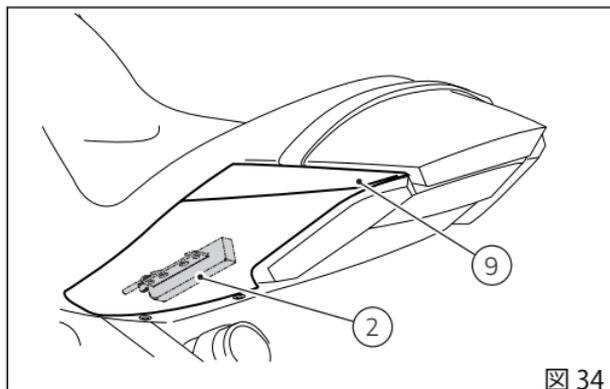

図 34
(図 34) は左側テールガード (9) 下のアンテナ (2) の位置を示します。